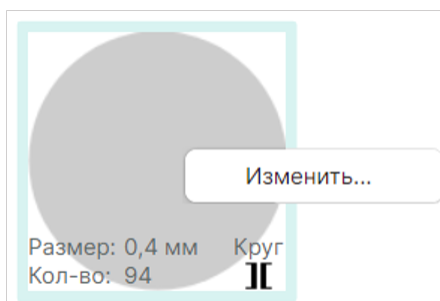

Рис. 91 Переход к назначению символов
1. На любой иконке отверстия вызовите контекстное меню и выберите «Изменить», см. Рис. 91.